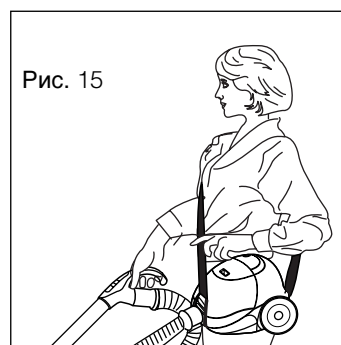

Рис. 15
Для облегчения самых различных применений прибора можно пользоваться наплечным ремнем, входящим в комплект пылесоса (Q), который легко закрепить на корпусе (Рис. 15).